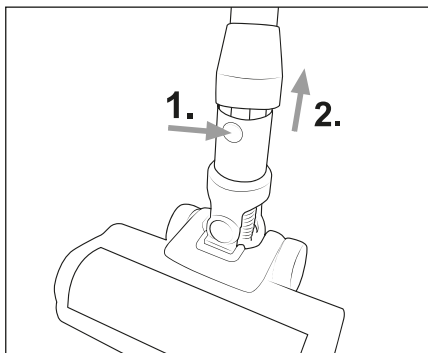

Fig. 9
- ♦ Para desmontar el cepillo para suelos **20** del tubo de aspiración **23**, mantenga pulsado el botón de desencastre del cepillo para suelos **21** y tire del tubo de aspiración **23** para extraerlo del cepillo para suelos **20** (consulte la fig. 9).